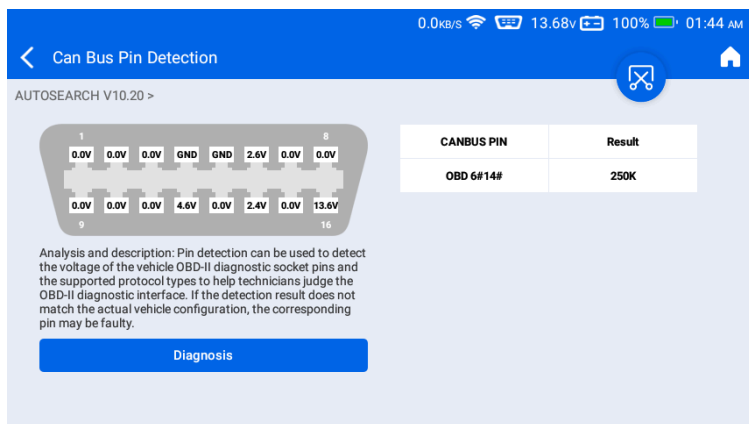

Figura 4-13
- **Tabella dei risultati:** la tabella dei risultati mostra i pin di comunicazione rilevati e la corrispondente velocità in baud. Utilizzando la Figura 4-13 come esempio, lo strumento identifica i pin 6 e 14 come un bus CAN funzionante a 250 Kbps, indicando un collegamento di comunicazione corretto tra il dispositivo diagnostico e il veicolo.